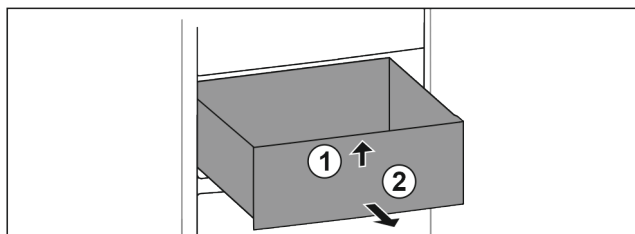

Fig. 131
- Ngrini lart sirtarin në pjesën përpara. Fig. 131 (1)
- Hiqeni sirtarin nga përpara. Fig. 131 (2)